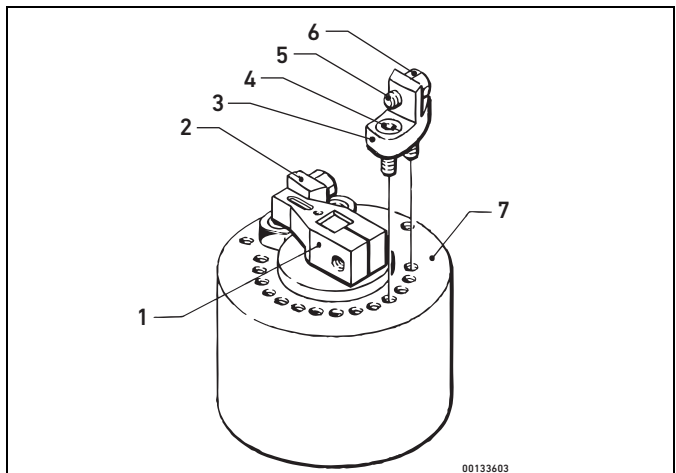

Fig. 5: Montar el tope ajustable
El actuador de giro en los tamaños 2-5 posee un tope ajustable compuesto por un brazo giratorio fijado al eje en la parte posterior del actuador de giro y dos toques que se ajustan con tornillos de ajuste. El brazo giratorio (1) y la limitación del punto de referencia (2) se suministran ya montados. La limitación de ajuste del ángulo de giro (3) se instala durante el montaje (véase la Fig. 5).
1. Con ayuda de los tornillos suministrados (4), coloque la limitación de ajuste del ángulo de giro (3) en la posición deseada (en intervalos de 15°).
2. Fije el tornillo de ajuste de precisión (5) y la contratuerca (6) en la fijación de ajuste del ángulo de giro.